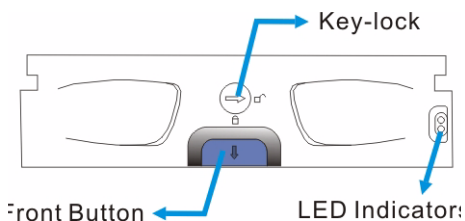

Рисунок 6.1 Корпус диска: вид спереди
1. Поверните замок в незамкнутое положение. Замок находится в незамкнутом положении, если вырез расположен горизонтально. (См. Рисунок 6.1)